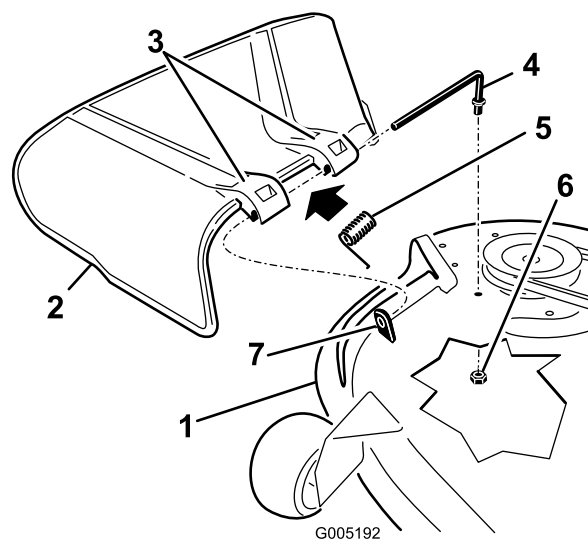

Figura 65
1. Remova a porca ( $\frac{3}{8}$  pol.) da barra debaixo do cortador (Figura 65).
2. Faça deslizar a barra para fora da parte saliente curta, da mola e do defletor de relva (Figura 65).
4. Substitua o defletor de relva (Figura 65).
7. Faça deslizar a barra pelo segundo suporte do defletor de relva (Figura 65).
9. Fixe a extremidade traseira da barra ao cortador com uma porca ( $\frac{3}{8}$  pol.), como se mostra na Figura 65.